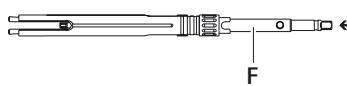

Fig. 3
- Introduzir a chave de parafusos F na bucha de aperto 2, a partir da parte traseira. Ter atenção para que os pinos laterais deslizem até ao fundo nas ranhuras, ver Fig. 3.